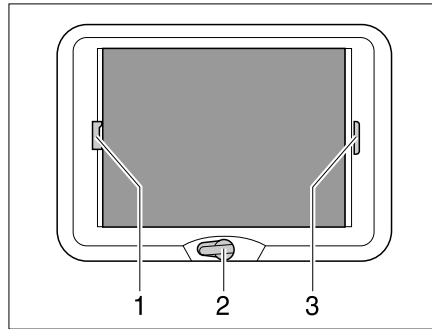

Bild 54 Kurbelhub-Dachhaube
**Öffnen:** ■ Die Handkurbel (Bild 54,2) drehen, bis Widerstand spürbar ist (max. Öffnungswinkel 70°).
**Schließen:** ■ Die Faltverdunklung am Griff (Bild 54,3) ziehen und an der gewünschten Position loslassen. Die Faltverdunklung bleibt in dieser Position stehen.
**Schließen:** ■ Den Insektenschutz am Griff (Bild 54,1) zum gegenüberliegenden Griff der Faltverdunklung (Bild 54,3) ziehen und einrasten lassen.
**Öffnen:** ■ Den Griff des Insektenschutzes (Bild 54,1) hinten nach oben drücken und den Insektenschutz an der Faltverdunklung (Bild 54,3) aushängen.